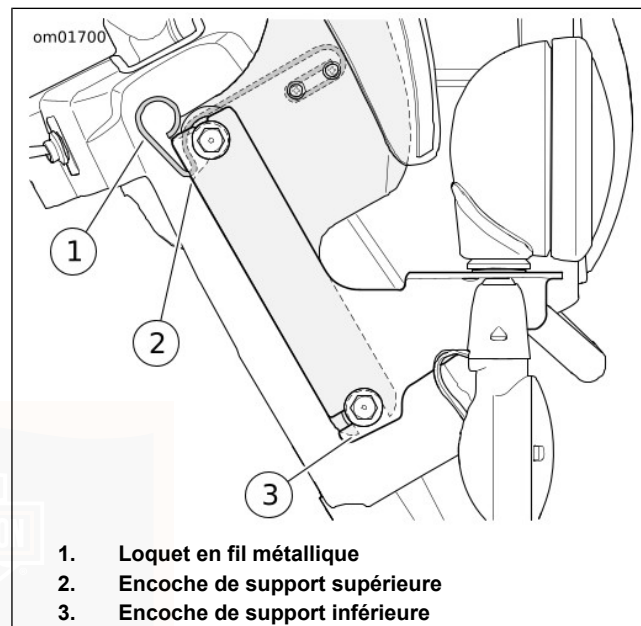

Figure 56. Pare-brise : FLHR, FLHRC
1. Voir Figure 56. Soulever les ressorts de loquet en fil métallique des deux côtés du support du pare-brise.
1. Voir Figure 56. Installer fermement le bas du support du pare-brise pour engager les œillets inférieurs.